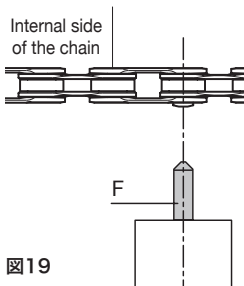

図19
- 押し込んでいく部分の先端にあるテーパー型のチップ・ピンが、コネク・ピン ウルトラ・リンク™ 5-CN-SR700 の中心に合っていることを確認します (図19)。